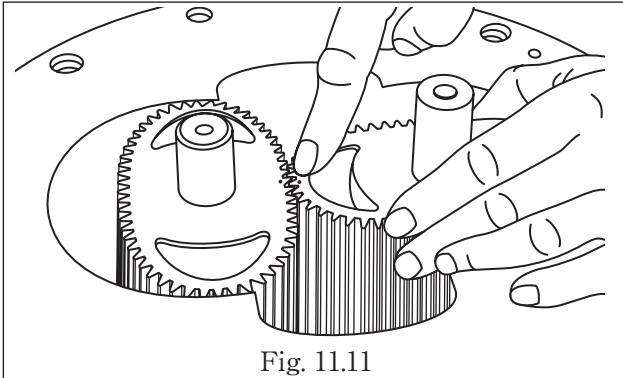

Fig. 11.11
- ① 回転子は第1、第2の区別があり、“噛み合いマーク”で合わせます。：の中間に・が入るよう噛み合わせます (Fig.11.11)。